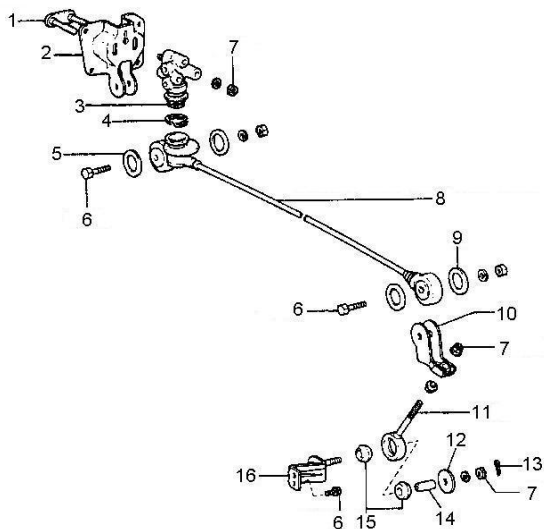

Рис. 4-4. Привод регулятора давления:
Попросите помощника нажать на педаль тормоза. При этом поршень регулятора должен выдвинуться из корпуса на 1...2 мм и нажать на рычаг привода 8 (см. рис.4-4.). Несоответствие перечисленным требованиям, отсутствие хода поршня, а также его недостаточный или чрезмерный ход свидетельствует о неисправности регулятора или его привода. В этом случае отремонтируйте или замените регулятор давления, а после его установки отрегулируйте его привод.
Замерьте регулировочный размер «А». Величина «А» должна составлять  $120 \pm 0.3$  мм. Для регулировки ослабьте гайки 7 (рис. 4-4.) скобы №2 (11) привода регулятора. Вращая регулировочные гайки, добейтесь требуемой величины размера «А», после чего, затяните их.